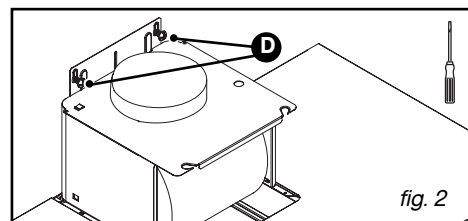

fig. 2
– Fixe o exaustor por meio dos 2 parafusos (D/fig.2).